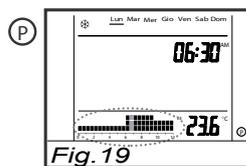

Fig. 19
-IMPOSTAZIONI DEL PROGRAMMA: Utilizzare il tasto **M** per selezionare il giorno della settimana da programmare. Con i tasti **+** e **-** si può scegliere la mezz'ora in cui modificare i livelli di temperatura, e quindi, con il tasto **S**, assegnare uno dei quattro livelli disponibili (**min**, **T1**, **T2**, **T3**). Sul display viene visualizzata l'indicazione grafica ed il valore numerico della temperatura impostata. Vedi Fig. 19. Premendo direttamente **INCOLLA** è possibile copiare il livello di temperatura corrente sulla mezz'ora successiva dello stesso giorno. Per replicare la programmazione di un giorno su giorni differenti, selezionare con **M** il giorno desiderato e copiarne la programmazione con **COPIA**. Spostarsi quindi con **M** sul giorno in cui replicare la programmazione e premere il tasto **INCOLLA**. Premere **OK** per proseguire.